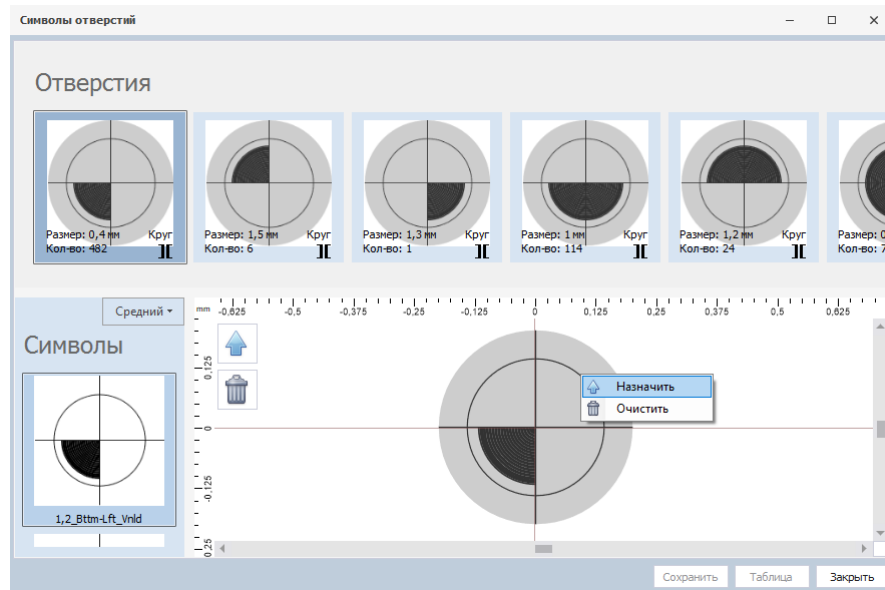

Рис. 78 Назначение символов отверстиям
2. В открывшемся окне назначьте символы отверстиям, см. Рис. 78.